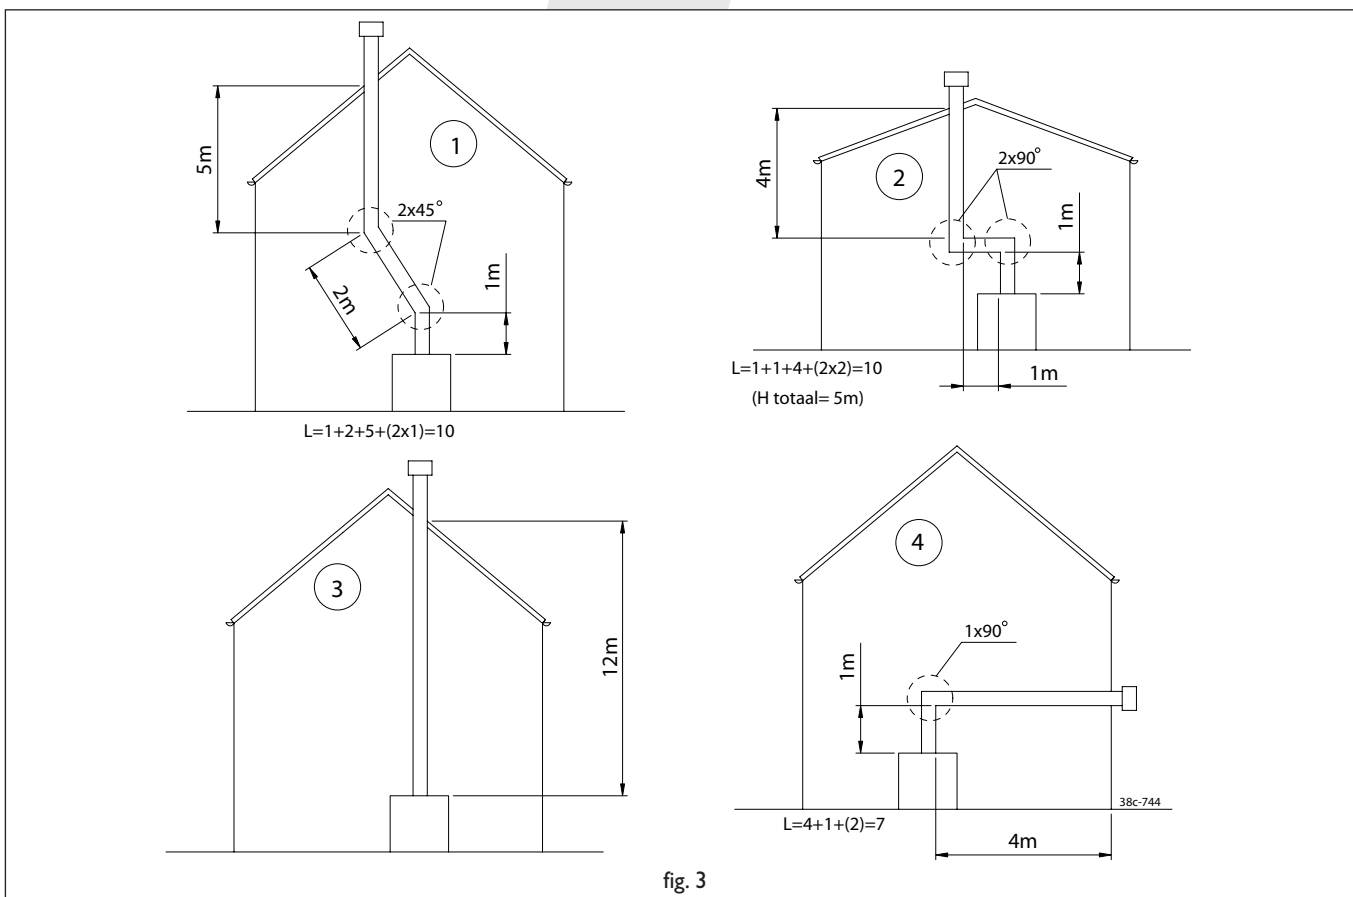

fig. 3
Aansluitmogelijkheden (fig. 3)
- Reken voor een 90° bocht 2 meter en voor een 45° bocht 1 meter. De lengte van de gevel- of dakdoorvoer hoeft niet te worden meegerekend. De maximale totale lengte is de som van de buislengte plus de vervangende lengte voor de bochten (zie de 4 voorbeelden in fig. 3).